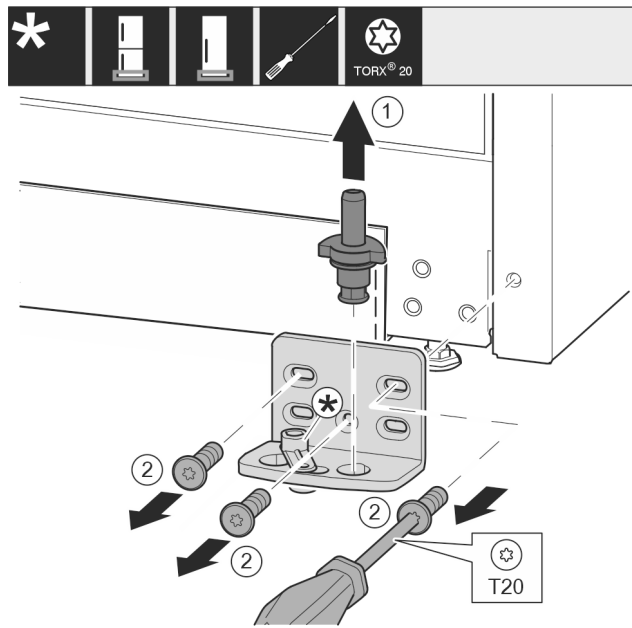

Fig. 15
- ▶ Húzza ki teljesen a csapszeget Fig. 15 (1) felfelé.
- ▶ Tekerje ki a csavarokat Fig. 15 (2) csavarhúzóval, és vegye le a csapágybakot.